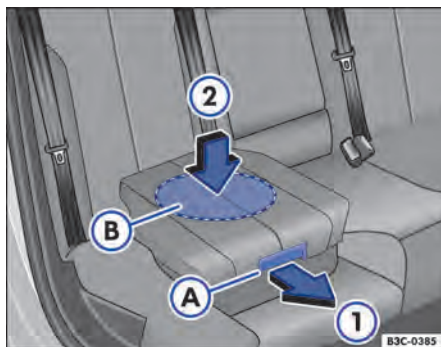

Fig. 95 Cadeira de criança integrada: rebater o estofamento do banco de volta.
- Pela alavanca de destravamento \Rightarrow Fig. 95 **A**, puxar o estofamento do banco para frente no sentido da seta **1**.
Ao rebater a cadeira de criança integrada de volta, pressionar somente no meio do estofamento do banco \Rightarrow Fig. 95 **2**. Caso contrário, o estofamento do banco pode emperrar e não ser travado de maneira segura.